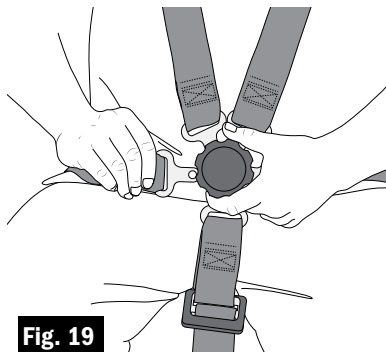

Fig. 19
- b. Appuyer sur chaque languette jusqu'à l'encliquetage (son « clic ») (fig. 19).